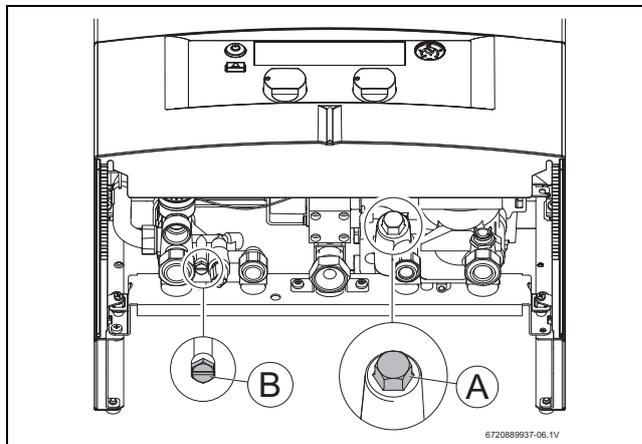

Fig. 33
- ▶ Retirer le capuchon (fig. 33, pos. A).
- ▶ Dévisser la vis de purge (fig. 33, pos. B).